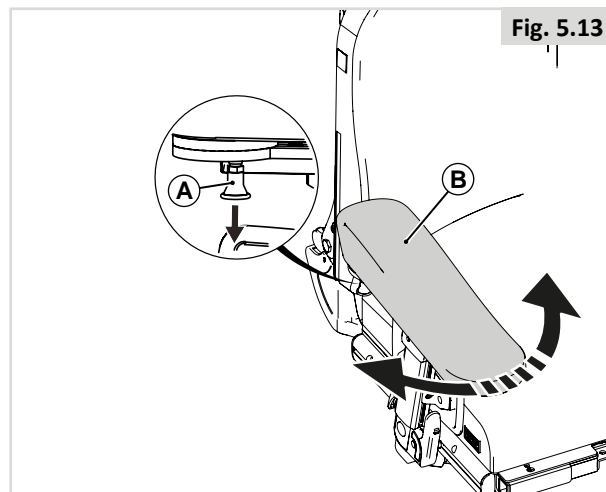

Fig. 5.13
5.8 Accoudoir pour personne hémiplégique (Fig. 5.13)